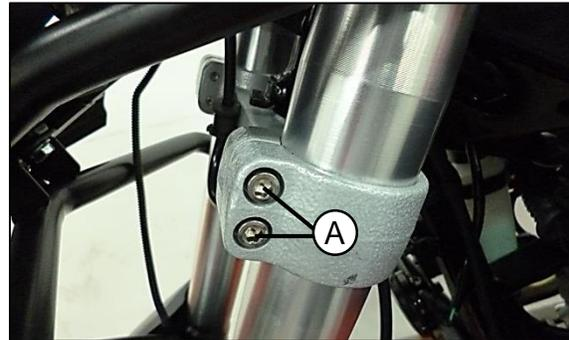

Fig. 13
Remover tornillos (A) de ajuste de suspensión inferior con una llave Allen 6 mm **Fig. 13**